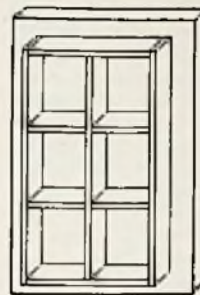

Bild 2. Lattenrost für die Versteifung der Box-Rückwand
gangsübertrager einen ungewöhnlich großen Kern (M 85) besitzt, konnten für den Verstärker ganz vorzügliche elektrische Eigenschaften (Bild 2 und Tabelle) erzielt werden.
Zunächst wurde die Rückwand der Box herausgenommen und das aufgenagelte, mit Watte gefüllte Dämpfungskissen entfernt. Dann erhielt die Rückwand innen zur Versteifung einen Lattenrost nach Bild 2, wobei Fichtenholzleisten mit 20 x 35 mm Querschnitt hochkant so aufgeschraubt und mit gutem Tischlerleim (II) aufgeleimt wurden, daß sechs Felder entstanden. In diese Kammern wurde die aus dem Kissen entnommene Watte gefüllt und über das Ganze dann mit Polsternägeln (Abstand von Kopf zu Kopf = 5 cm) ein Abdecktuch genagelt.